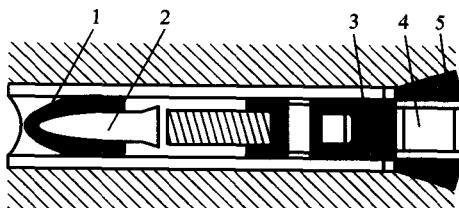

图 1-25 器弹构造及安装示意图
② 器弹部分构造 主要由钉体、弹药、定心圈、钉套、弹套等组成,如图 1-25 所示。射钉直径为 3.9 mm,尾部螺纹有 M8、M6、M4 等几种,弹药分为强、中、弱三种。表 1-1 列出了器弹选用参考规格。